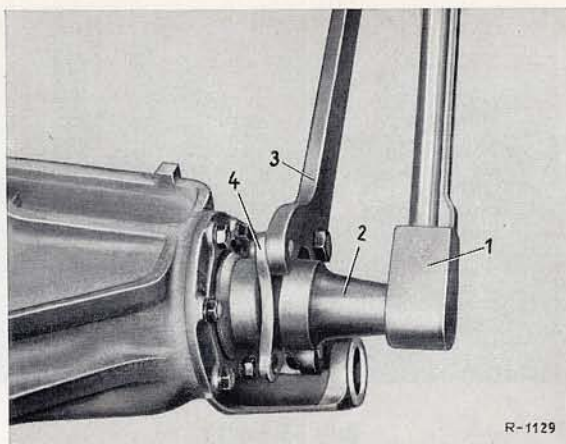

Bild 35-5a/7
10. Antriebskegelrad (13) mit der Vorrichtung 111 589 12 61 00 (20) zurückdrücken und samt Abstandhülse (10) aus dem Hinterachsgehäuse herausnehmen (Bild 35-5a/8).